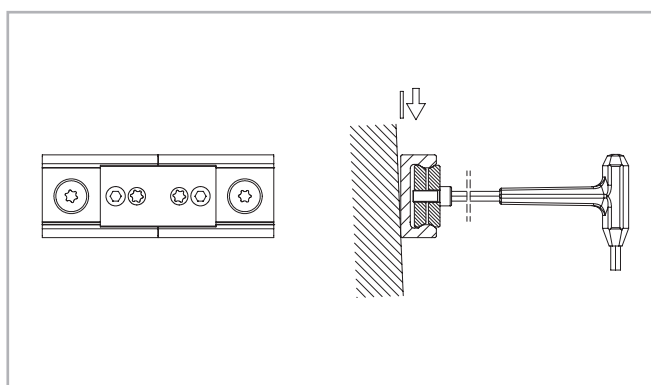

Fig. 81
- (3) Colocar el útil para alinear en la unión de guía y apretar ambos tornillos uniformemente hasta que las pistas de rodadura estén alineadas (véase Fig. 81).
- (4) Posteriormente al paso anterior (3) controlar si ambas guías se apoyan en plano sobre la superficie de montaje. Si ha quedado un hueco nivelarlo.